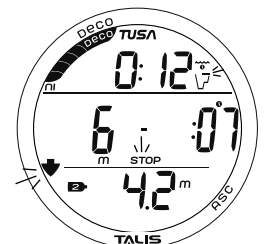

Abb. 65 - CV-HAUPTDISPLAY
**CV-Hauptdisplay**, Informationen beinhalten (Abb. 65):